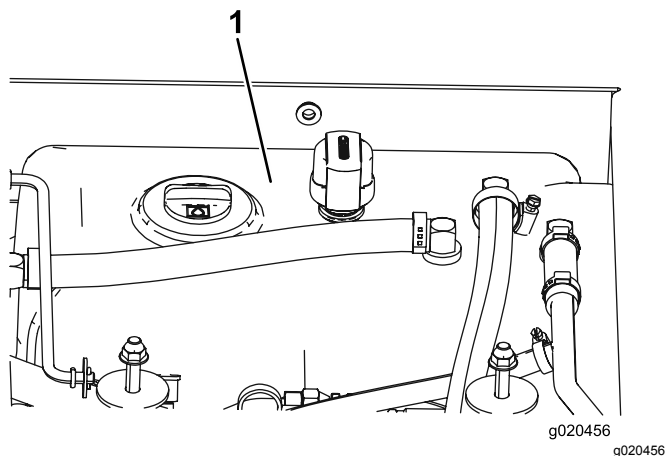

Figura 104
4. Encha o reservatório (Figura 104) com fluido hidráulico; consulte Verificar o fluido hidráulico \(página 74\).